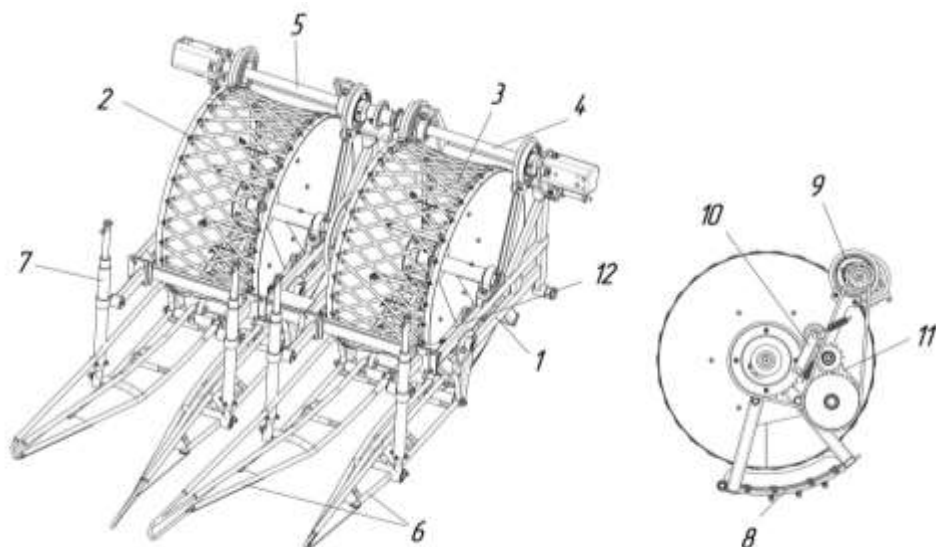

Рисунок 6 – Аппарат срезающий
3.5 Аппарат срезающий (рисунок 6) осуществляет срезание капусты, подрезку розеточных листов и подачу срезанной капусты на транспортёр. Он представляет собой сварную раму 1 на которой установлены остальные узлы: два барабана 2,3 с приводными валами 4,5, лыжи 6 для направления кочанов капусты, качалки с ножами 8 и привод барабанов. Привод качалок с ножами 8 осуществляется от двух гидромоторов, расположенных по концам валов 4,5, через эксцентрики 9, что придает ножам возвратно-поступательное движение, необходимое для срезания. Лыжи 6, шарнирно соединенные с качалками совершают те же движения, что и качалки. Провод барабанов осуществляется от этих же гидромоторов, но через две цепные передачи. Для натяжения цепей применяются два натяжника 10 и 11.